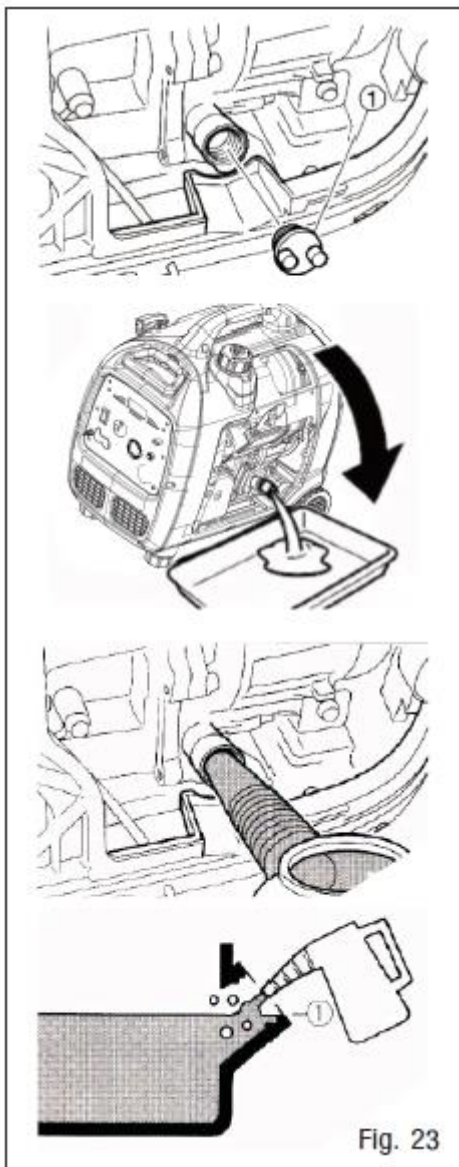

Рис. 23
2. Відкрутіть дві ручки кришки та зніміть кришку технічного обслуговування з бокової панелі (рис. 23).